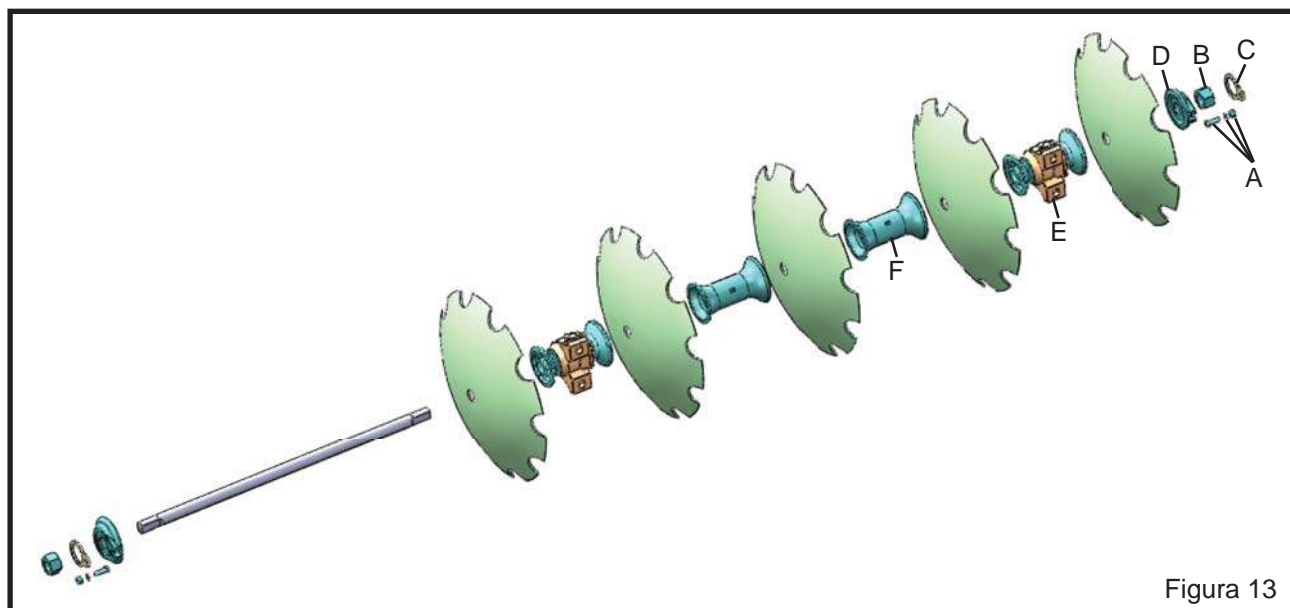

Figura 13
- a) Desmonte as seções dos discos, retirando o parafuso, arruela e porca "A" que trava a porca do eixo na extremidade interna (Figura 13);
- g) Insira a arruela trava "C" da porca do eixo, coloque a seguir o parafuso "A" e fixe-o com arruela de pressão e porca. (Figura 13)